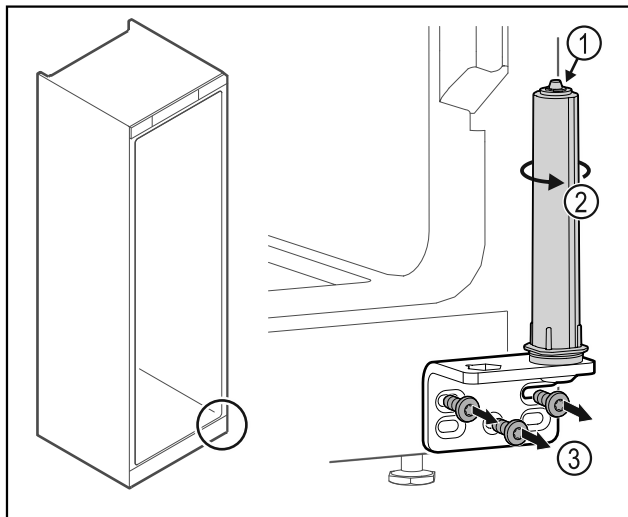

Fig. 39
- 请勿拆解关门系统 Fig. 39 (1)。
- 转动关门系统 Fig. 39 (2)，直至听到咔嚓声。
- 拧下合页角铁 Fig. 39 (3)。